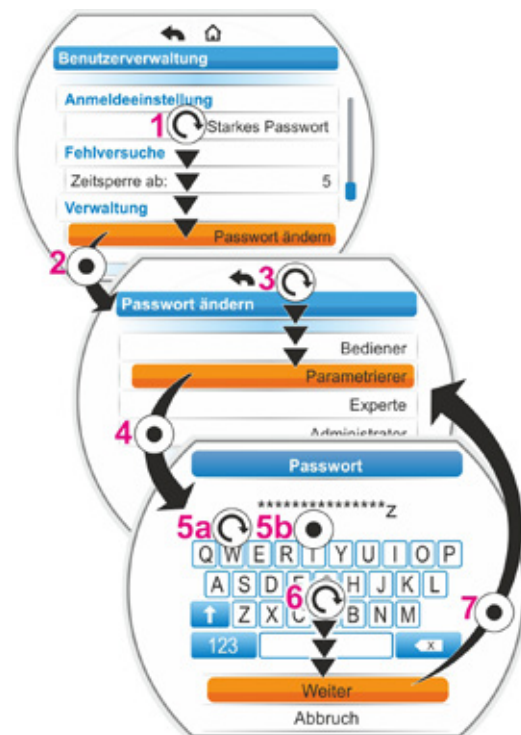

Abb. 2: Passwort einer Benutzer-Stufe zuweisen
18. Auswahl bestätigen (Abb. 2, Pos. 4).
Drive Controller drehen und die orangene Markierung auf das gewünschte Zeichen stellen (Abb. 2, Pos. 5a).
- b) Drive Controller drücken (Abb. 2, Pos. **5b**). Das gewählte Zeichen wird in die Zeile übernommen.